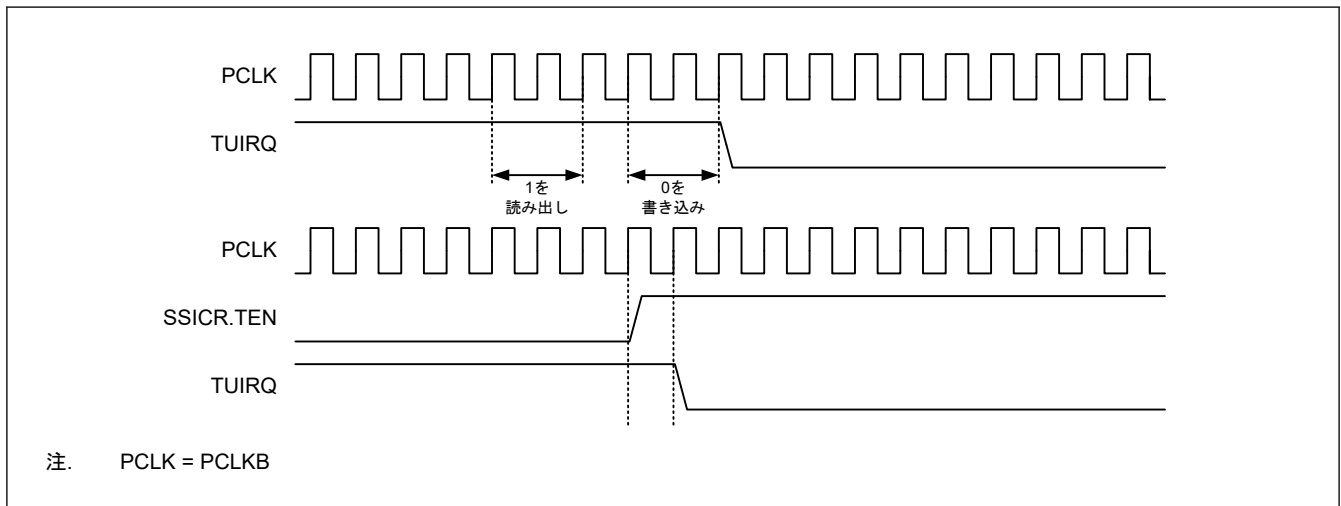

図 32.19 TUIRQ クリアタイミング
1. このビットから 1 を読み出したあとに 0 を書き込んだとき (図 32.19 のタイミングと同じ)